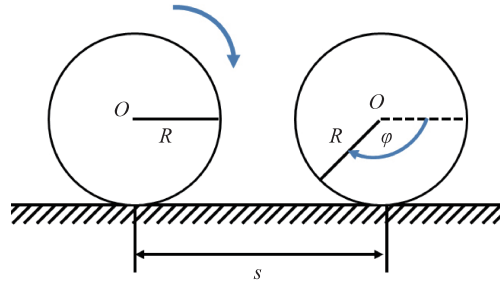

图 2-5 转动角度与运动距离的关系
(1) 轮子半径为 R ，当转动角度为 φ 时，向前移动 s 距离，如图 2-5 所示。问： s 与 R 、 φ 有什么关系？
(2) 这里的转动角度与指令 `turn LEFT 360 deg` 是否为同一角度？